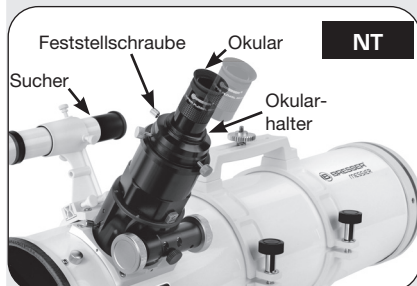
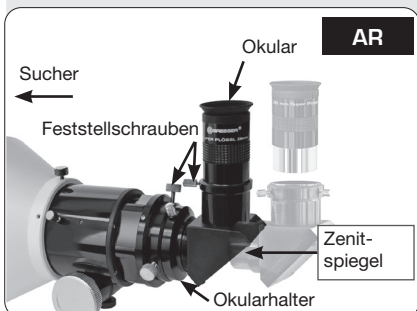

Abb. 10a: Setzen Sie das Okular ein und ziehen Sie die Schrauben fest.
Abb. 10b: Setzen Sie das Okular in den Zenitspiegel ein und ziehen Sie die Schrauben fest.
10. Einsetzen des Okulars: NT-Modelle (Abb. 10a): Entfernen Sie zuerst die Staubschutzkappe vom Okularhalter auf der Fokussiereinheit. Legen Sie die Staubschutzkappe an einen sicheren Platz und setzen Sie sie wieder ein, wenn Sie mit dem Beobachten fertig sind, damit kein Schmutz in das Teleskop eindringt. Öffnen Sie die Okularklemmschrauben (1, Abb. 1a) und setzen Sie das mitgelieferte Okular (3, Abb. 1a) in die Okularhalterung ein. Ziehen Sie anschließend die Schrauben handfest an, damit das Okular nicht herausrutscht. AR-Modelle (Abb. 10b): Entfernen Sie zuerst die Staubschutzkappe von der Okularhalterung auf der Fokussiereinheit. Legen Sie die Staubschutzkappe an einen sicheren Platz und setzen Sie sie wieder ein, wenn Sie mit dem Beobachten fertig sind, damit kein Schmutz in das Teleskop eindringt. Öffnen Sie die Okularrändelschrauben (A Abb. 10b) und setzen Sie das mitgelieferte Okular (B Abb. 10b) in die Okularhalterung ein. Ziehen Sie anschließend die Schrauben wieder gut fest, damit das Okular fest sitzt.